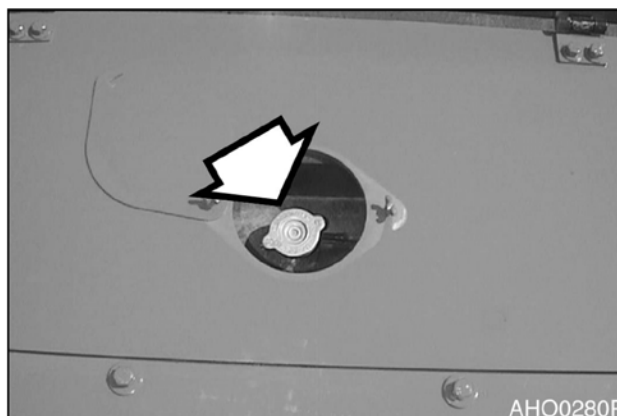

Рис. 56
2. Нажать кнопку на крышке бака радиатора, чтобы сбросить оставшееся давление, и медленно снять крышку (рис. 56).